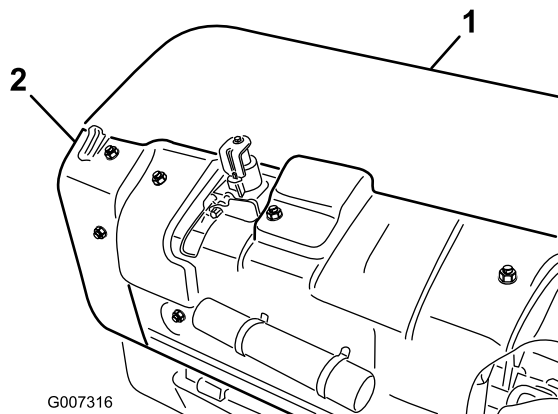

図 29
- A. 後コアリング・ヘッド・カバーを取り外す (図 29)。
- B. プーリ・シールド取り付けボルトを外してシールド外す (図 29)。